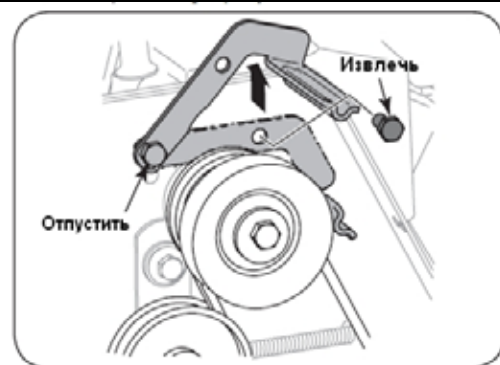

Рис. 31
4. Отпустите /не выкручивайте/ болт, фиксирующий направляющий кронштейн ремня, открутите и извлеките другой болт (См. Рис.31).